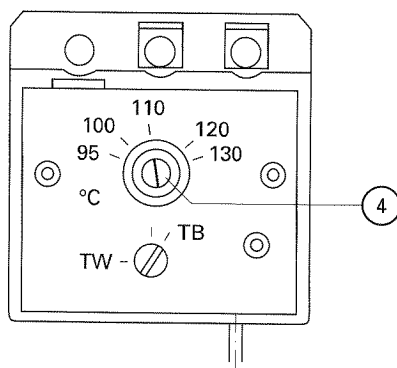

Abb. 18
3. Schlitzschrauben Ⓓ des Sicherheitstemperaturbegrenzers (siehe Abb. 18) drehen, bis der Schlitz auf „100 °C“ zeigt (ein Zurückstellen ist **nicht** mehr möglich). Die zweite Schlitzschraube **muß** auf „TB“ stehen bleiben (siehe Abb. 18).